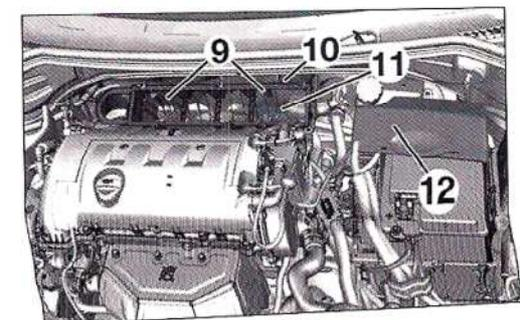

FIG. 3
- Desmontar los tornillos de fijación (9) (Fig.3).